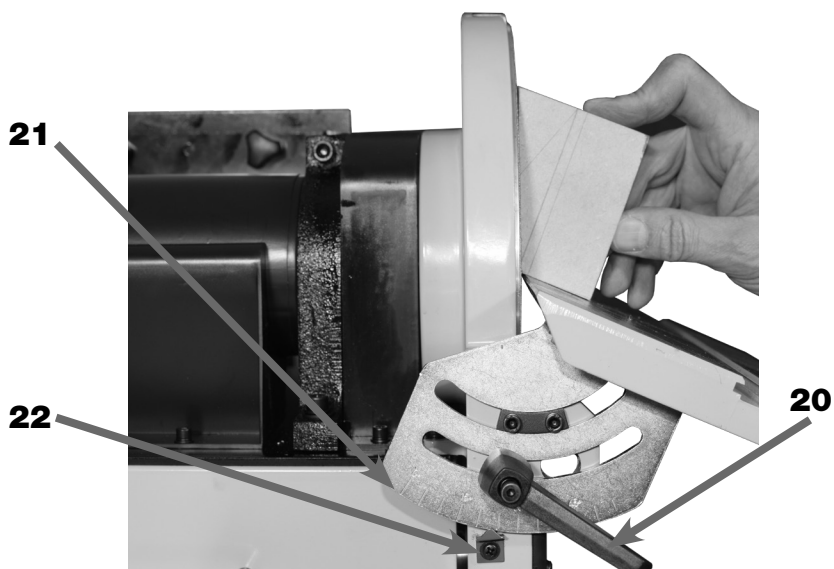

FIGURA 08 – Mesa da Lixa de Disco inclinada
A posição da Mesa da Lixa de Disco (07) pode ser ajustada de 90° em relação ao Disco da Lixa (06) (figura 08) até 45°. Este ajuste pode ser realizado com facilidade soltando o Conjunto da Alavanca Trava (20), observando o ângulo na Escala (21), indicado pelo Ponteiro (22).